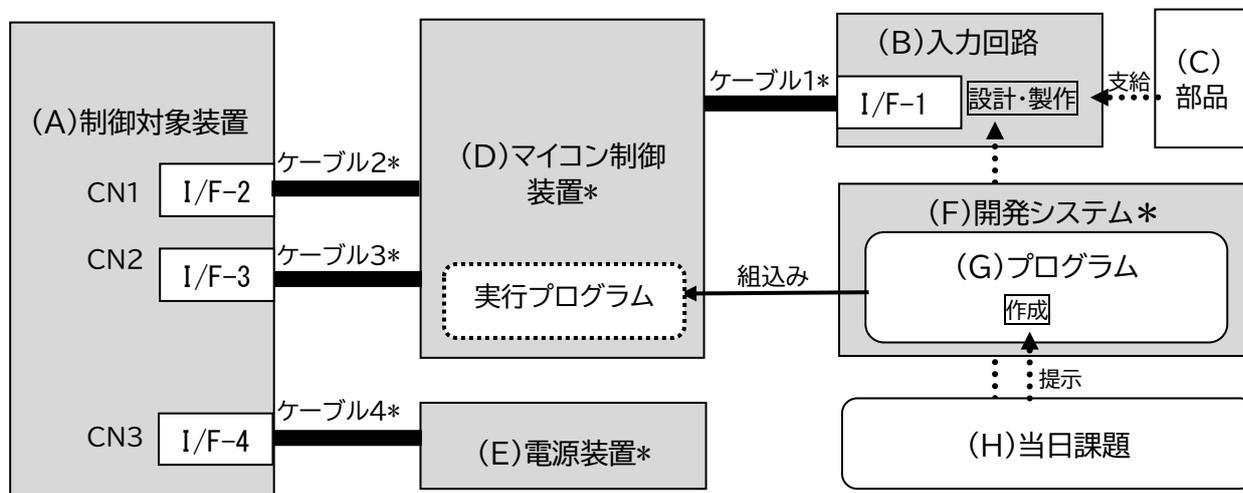

図1 システム概要図 I/F:インターフェース CNx:回路図中記号 *:競技者準備
(2) 競技者が準備するもの（任意品を含む）
- 開発システム一式（図1-F参照）
- マイコン制御装置（図1-D参照）
- 電源装置（図1-E参照）